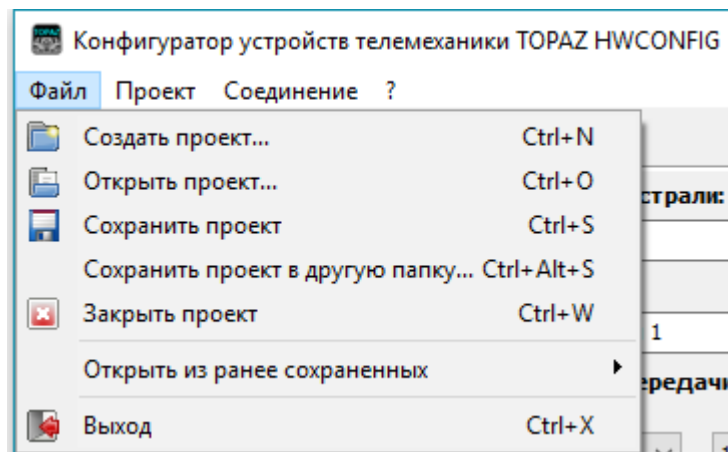

Рисунок 3.2 Меню «Создать проект»
1. через пункт меню Файл→Создать проект (Рисунок 3.2);